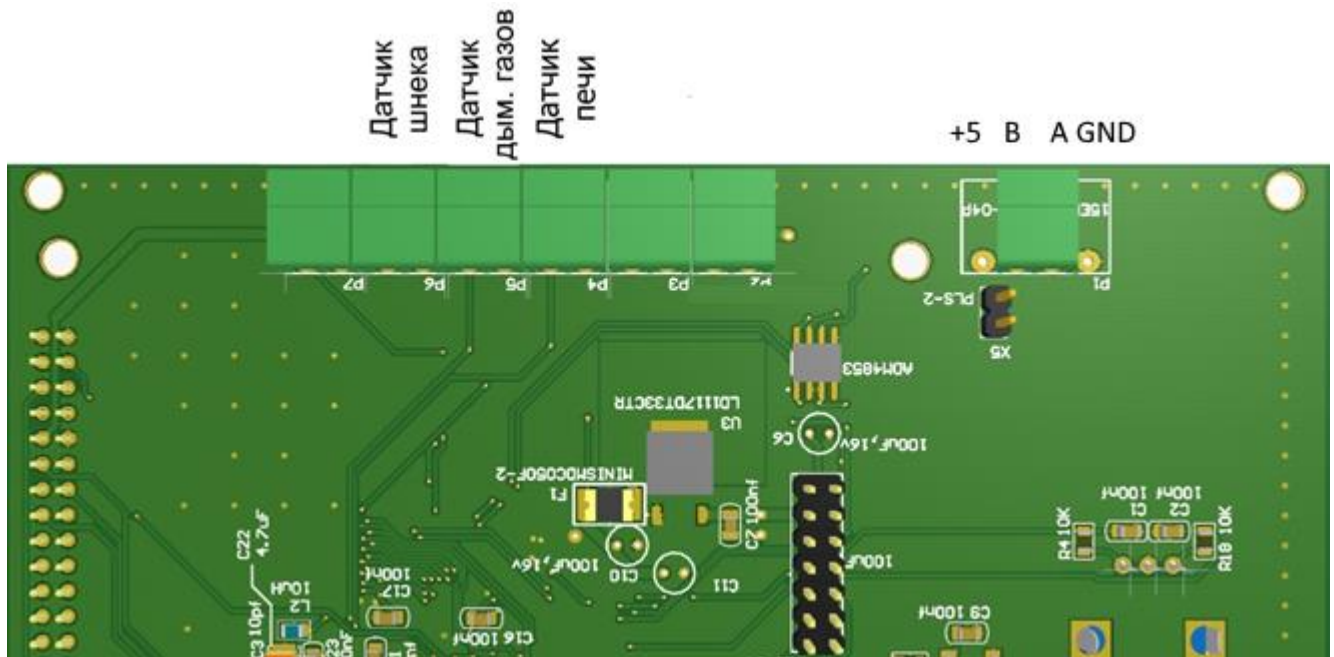

Рисунок 2 – Схема подключения модуля расширения к блоку BIO PID
- 1) Скоммутировать BIO PID с модулем расширения. Подключить клеммы «+5В», «А», «В» и «GND» блока управления ЧП к блоку BIO PID (рисунок 2). Рекомендуемый провод – ОК-Net UTP 2 пары либо аналогичный.